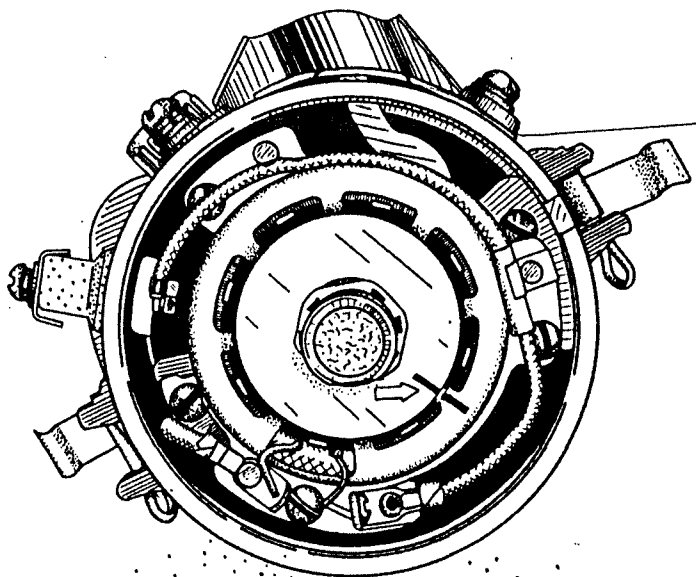

Рис. 148 Совмещение меток датчика-распределителя при установке зажигания
- ослабить болт крепления распределителя к пластине октан-корректора (он находится на нижней части корпуса распределителя) и повернуть корпус датчика-распределителя до совмещения красной риски на роторе и стрелки на статоре (см. рис. 148) датчика-распределителя,